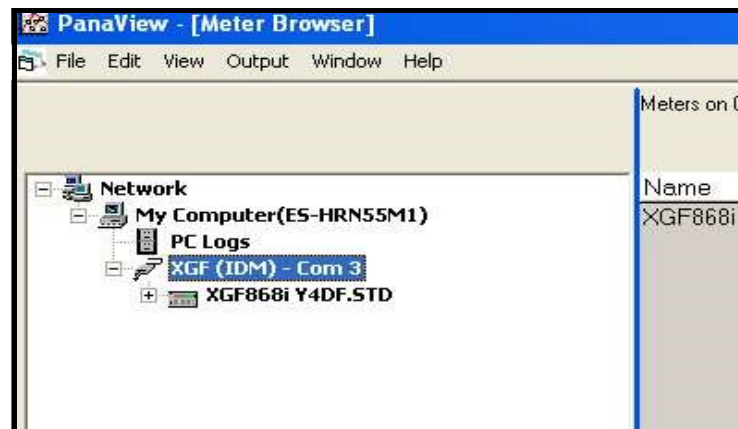
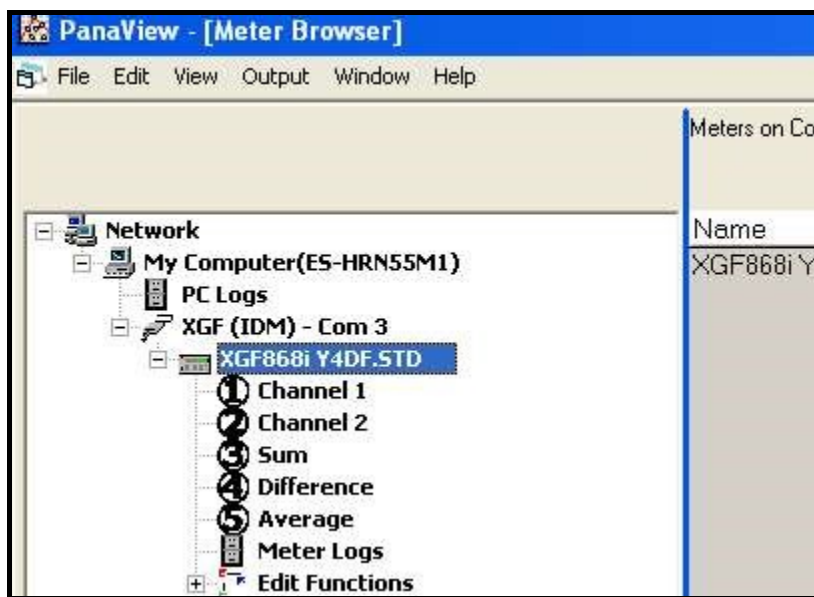

Figura 37: Árbol de ruta actualizado
Figura 39: Árbol de medidores con opción de Editar funciones
Si la inicialización es exitosa, el *Navegador de Medidores* mostrará un listado similar a la *Figura 37*.
1. En el árbol de medidores del *Navegador de nuevos medidores* (véase *Figura 37 en la página 73*), haga clic en la entrada XGF. La pantalla será ahora similar a la *Figura 39*.